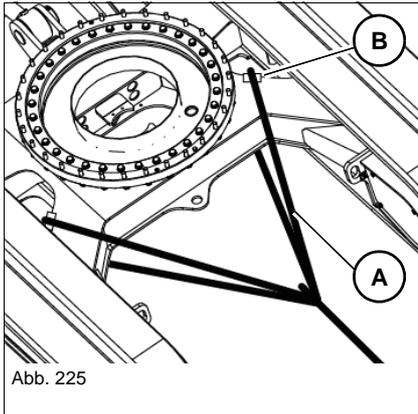

Abb. 225
3. Anschlagmittel **A** wie in *Abb. 225* gezeigt um das Fahrwerk legen. Kantenschutz **B** verwenden.